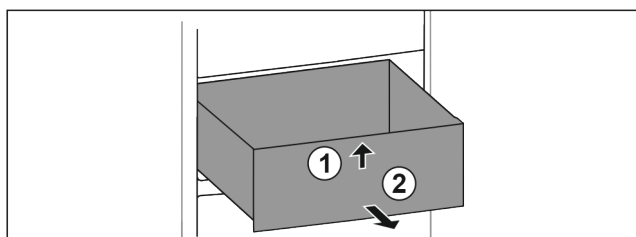

Fig. 68
- ▶ Predal spredaj dvignite. Fig. 68 (1)
- ▶ Predal vzemite ven v smeri naprej. Fig. 68 (2)